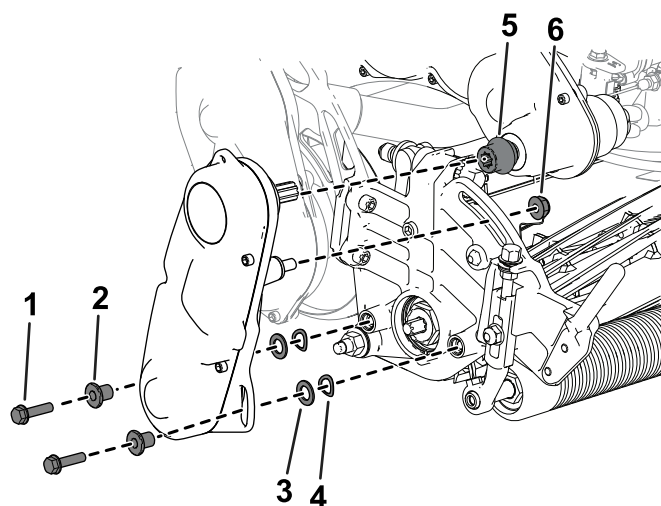

Рисунок 5
6. Установите муфту на ведущий вал трансмиссии (Рисунок 5).
7. Используйте ранее снятые крепежные детали для установки узла привода барабана на режущий блок (Рисунок 5).
8. Убедитесь в том, что муфта (Рисунок 5) может легко перемещаться вперед и назад по ведущему валу трансмиссии.